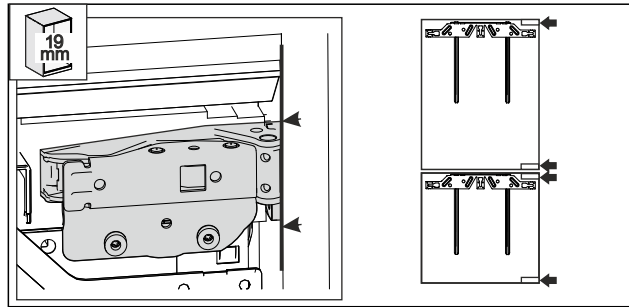

Fig. 52 *
- 19 mm tjocklek på möbelns sidovägg: Gångjärnets främre kant är riktad mot framsidan på möbelns sidovägg. Fig. 52 ()